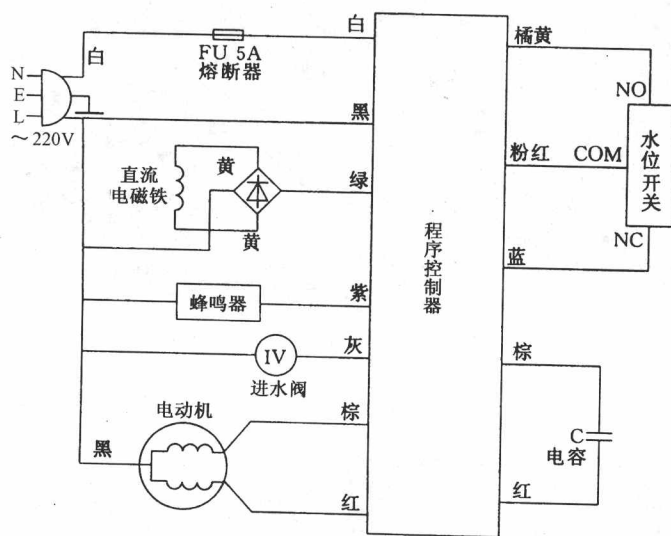
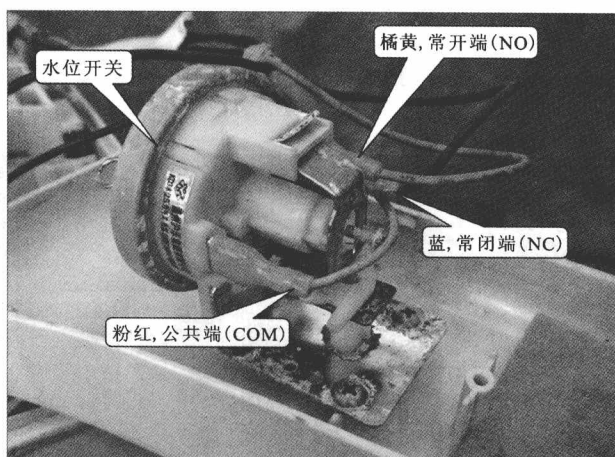
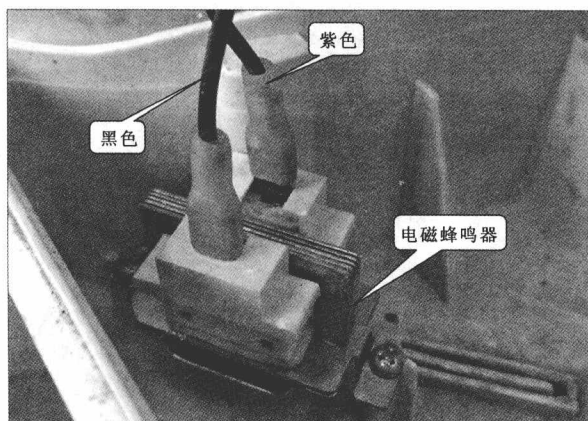

图 1-10 海尔小小神童迷你型洗衣机的电路图
图 1-11 水位开关
图 1-15 电磁蜂鸣器
⑧ 在进一步拆卸之前，需要先了解拆卸洗衣机的电路结构。图 1-10 为海尔小小神童迷你型洗衣机的电路图。
⑨ 将护盖取下来以后，就可以看到水位开关，进水不良的故障与该部件有关，如图 1-11 所示。该水位开关上有 3 根电线，分别为橘黄、粉红和蓝。通过如图 1-10 所示可知，橘黄连接的为水位开关常开端（NO），粉红为水位开关的公共端（COM），蓝为水位开关的常闭端（NC）。
⑬ 在洗衣机上盖内部有一个电磁蜂鸣器, 如图 1-15 所示。它的两个导线分别为紫色和黑色, 与如图 1-10 所示中的标示相符, 并且由两个固定螺钉固定。